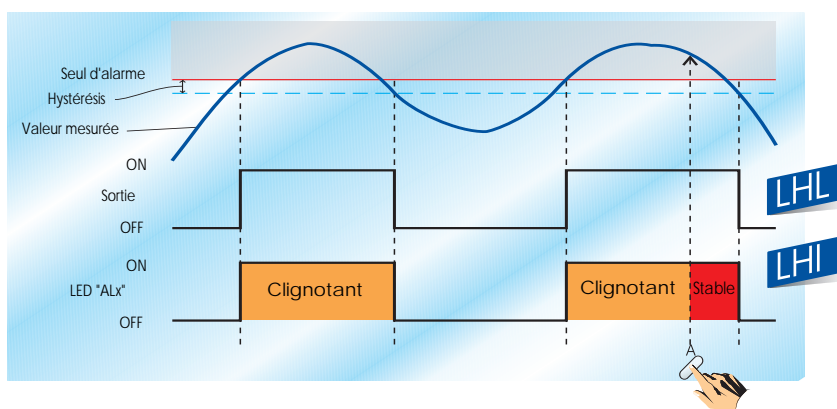

Figure 3
- automatique (voir figure 3, page 3)